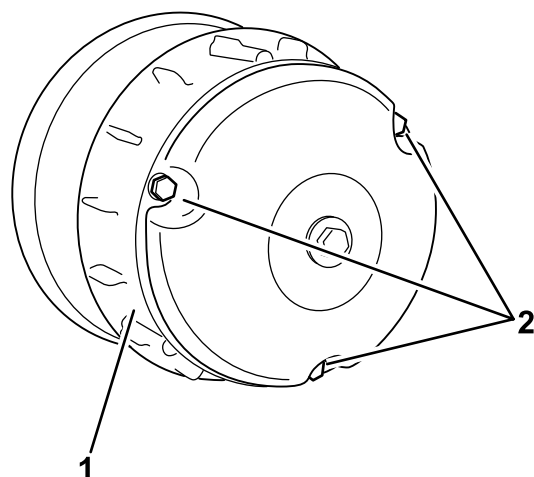

図 60
2. クラッチカバーのボルト3本を外してカバーを取る (図 60)。
4. クラッチカバーを元通りに取り付けて、ボルト3本 図 60 さきほど2で外したもので固定する。